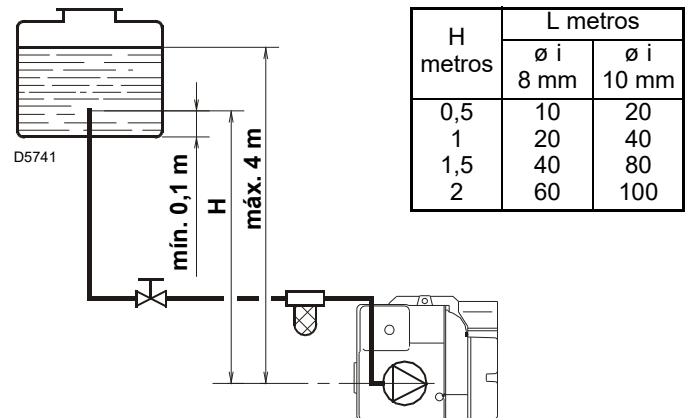
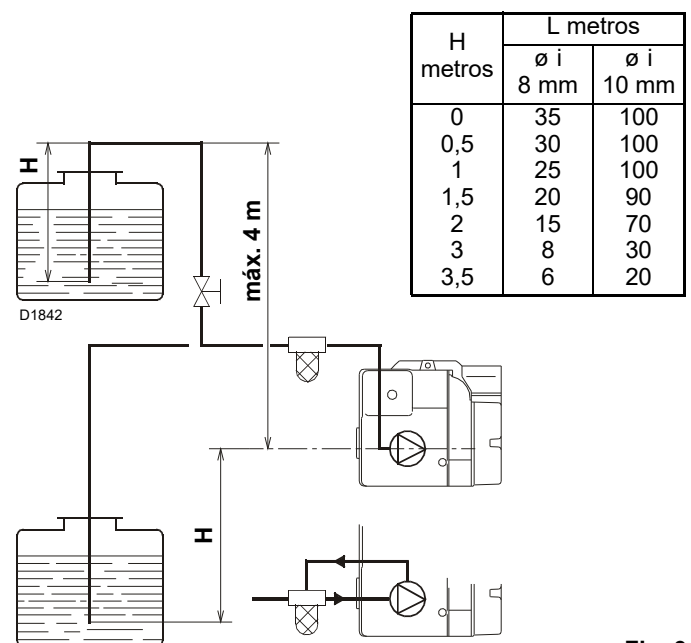
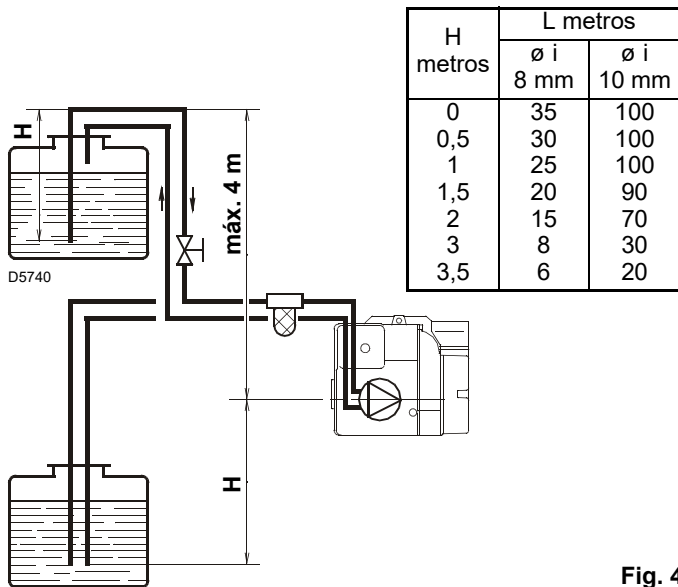
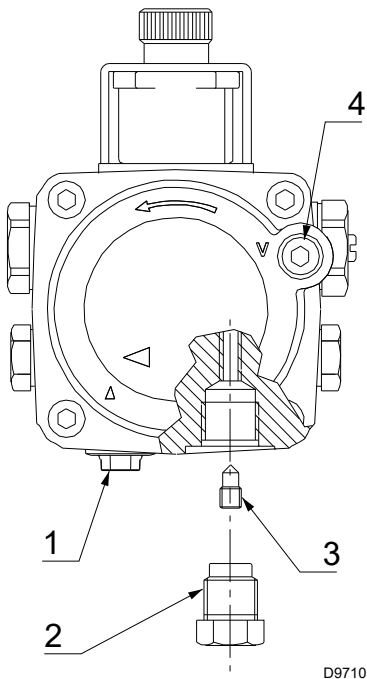

Fig. 2
Fig. 3
Fig. 4
Fig. 5
- Es necesaria sólo con instalaciones de un tubo (Fig. 2). En la instalación de la Fig. 2, es suficiente aflojar la conexión del vacuómetro 4) (Fig. 5) y esperar la salida del combustible.
- En las instalaciones de las Fig. 3 y Fig. 4, el aire es expulsado automáticamente después del arranque del quemador.
Leyenda (Fig. 2, Fig. 3 y Fig. 4)
La bomba (Fig. 5) está preparada para el funcionamiento con dos tubos, excluidos la bomba código 20034559.
Leyenda (Fig. 5)
El tapón obturador de suministro de aceite (Succión 1) (Fig. 5) está fabricado en plástico. Una vez extraído, debe ser desechado y no reutilizado bajo ninguna circunstancia.